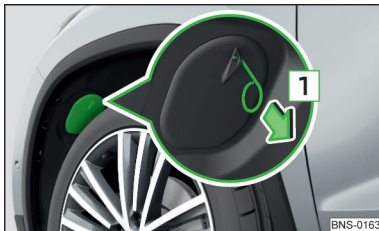

Abb. 378
- › Die Vorderräder so einstellen, dass die jeweilige Abdeckung im vorderen Radhaus zugänglich ist » Abb. 378.
- › Die Abdeckung in die zugehörige Öffnung einsetzen und eindrücken » Abb. 378.